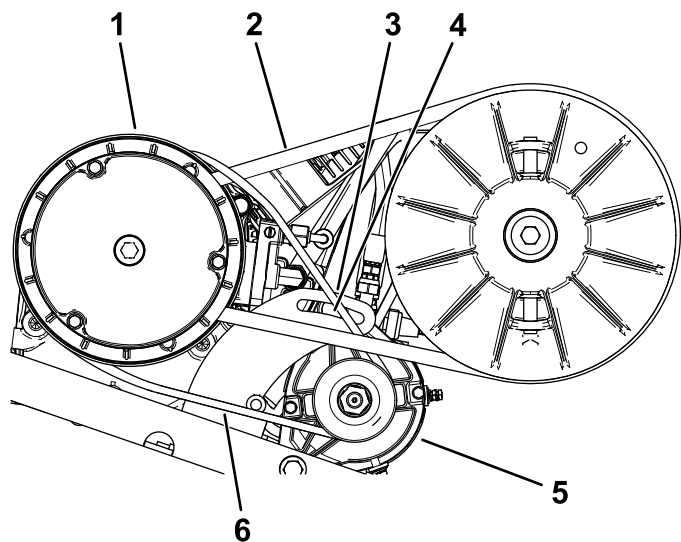

図 68
2. スタータジェネレータのピボットナットをゆるめる 図 68。
4. バールを下に押してスタータを下げる。ベルトを $44.5 \text{ N}\cdot\text{m}$ $4.5 \text{ kg}\cdot\text{m} = 10 \text{ ft}\cdot\text{lb}$ の力で押した時のたわみが 6 mm になるようにスタータの位置を調整する 図 68。
5. ピボットナットを手締めし、バールを取り外す 図 68。